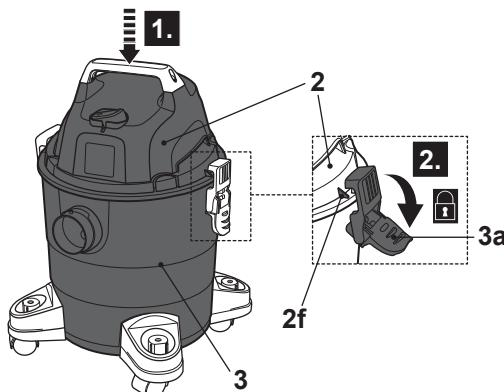

Fig. 8
- > Coloque la unidad del motor (2) con el filtro de polvo (14) en el depósito (3) y fíjela con las abrazaderas (3a) y las ranuras de las abrazaderas (2f) (Fig. 8). Compruebe que la unidad del motor encaja bien en el depósito y que la conexión esté bien sellada.